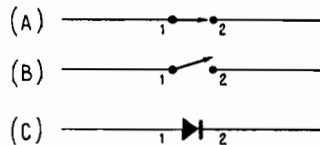

FIG. 2
Les diodes peuvent remplacer les interrupteurs. Si l'anode 1 (voir Fig. 2) est rendue positive par rapport à la cathode 2, le courant passe, la diode étant conductrice donc les points 1 et 2 sont « réunis », ce qui correspond à un interrupteur fermé indiqué en (A). Par contre, si l'anode de la diode est à une tension nulle ou négative par rapport à celle de la cathode, la diode est bloquée donc analogue à l'interrupteur ouvert représenté en (B) figure 2.